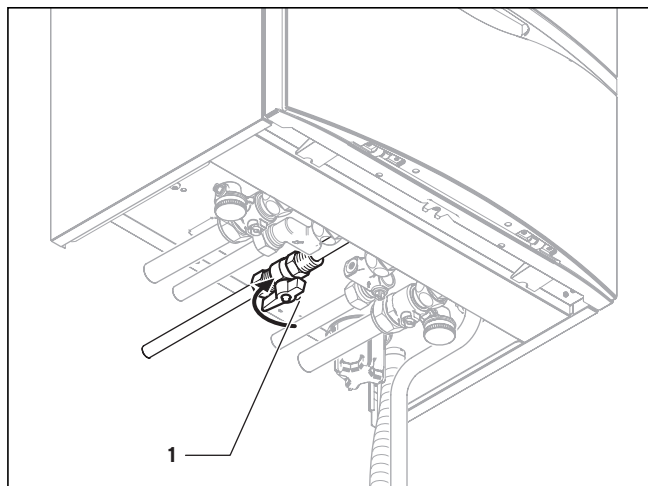
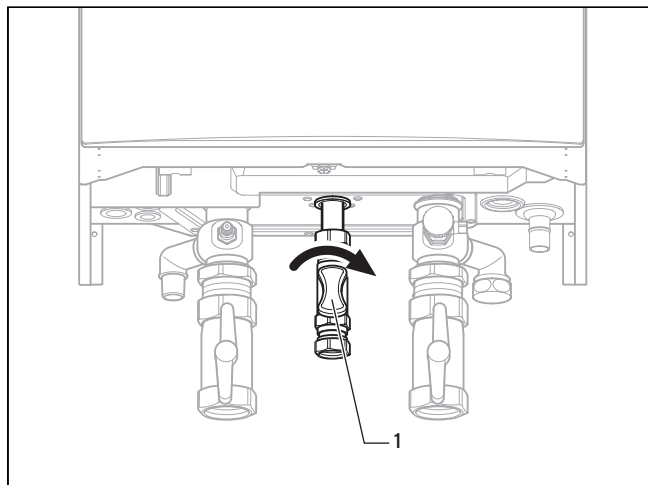

Рис. 2.1 Закрывание газового запорного крана (кроме VU 466 и VU 656)
Рис. 2.2 Закрывание газового запорного крана (для VU 466 и VU 656)
- Закройте газовый запорный кран (1), см. рис. 2.1 и рис. 2.2.